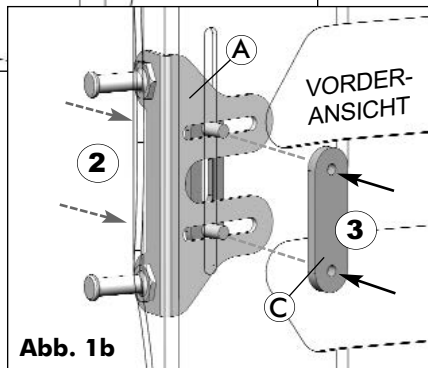

Abb. 1b
- Setzen Sie von der Rückseite der Rückenschale aus die 2 hervorstehenden Schrauben der Montagehalterung durch den vertikalen Schlitz in der MX2-Rückenschale (**2**) ein (siehe **Abb. 1b**).
- Um die Montagehalterung an der MX2-Rückenschale zu befestigen, setzen Sie die Schrauben in die Mutternplatte (**D**) auf der Vorderseite (Innenseite) der Rückenschale (**3**) ein (siehe **Abb. 1b**).